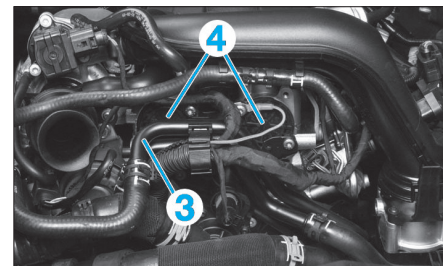

Fig. 3
- Débrancher la durit de liquide de refroidissement (3) (Fig.3).
- Déposer les deux couvercles (4) situés en bout d'arbres à cames.